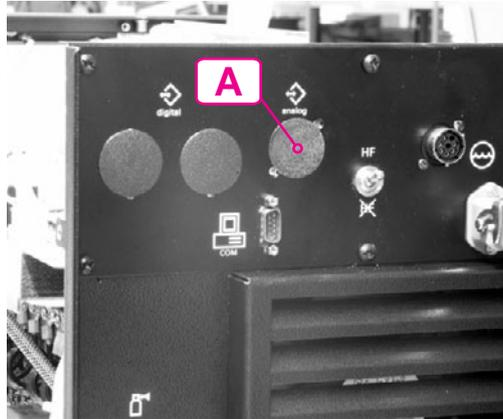

Abb. 2 Blindstopfen
- Blindstopfen (Abb. 2, A) aus Gehäuse-Rückwand entfernen